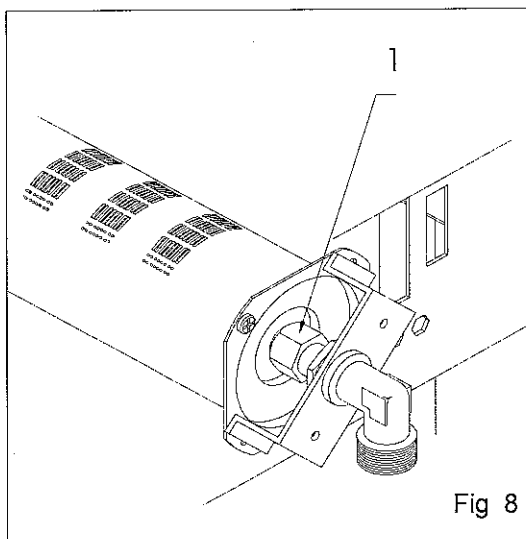

Fig 8
- Accéder au brûleur et, avec la clé prévue à cet effet, dévisser la buse 1 à remplacer (Fig. 8).